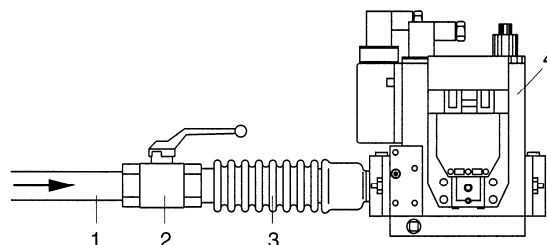

Рис. 2
Патрубок подсоединения к трубе подачи газа должен иметь надлежащие размеры, соответствующие типу монтируемой системы. Подсоединение необходимо выполнить через газораспределительное устройство, как показано на рис. 2: газовая труба (1), отсекающий кран (2) и антивибрационная муфта (3) не входят в комплект поставки и предоставляются монтажным предприятием; они подсоединяются к узлу газовых клапанов (4), входящему в комплект поставки теплогенератора.
- Подсоединить манометр к точке отбора давления (4) перед узлом клапанов (рис. 2);